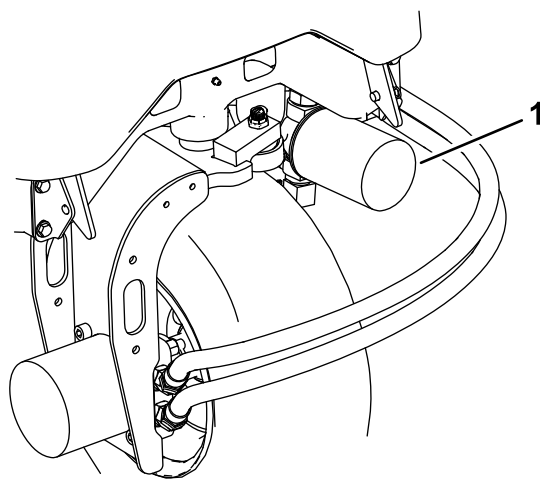
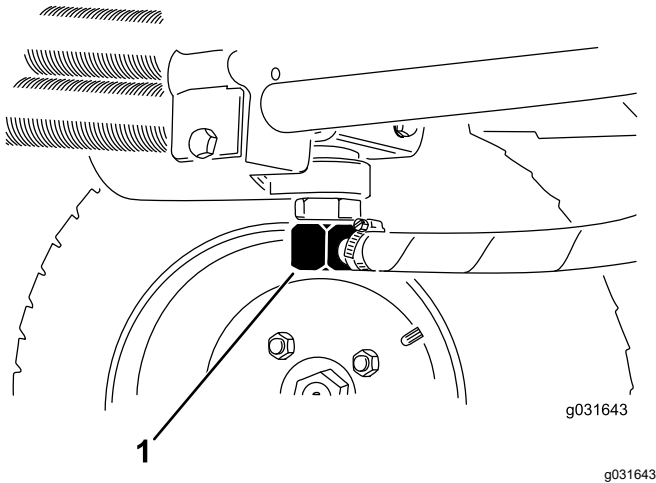

Figura 63
Figura 64
3. Limpe em torno da área de montagem do filtro, coloque um recipiente de escoamento debaixo do filtro e retire o filtro (Figura 63).
2. Desconecte as linhas hidráulicas ou retire o filtro hidráulico e deixe que o fluido hidráulico esorra para dentro de um recipiente de escoamento (Figura 63 e Figura 64).
3. Instale as linhas hidráulicas quando o fluido parar de escorrer (Figura 64).